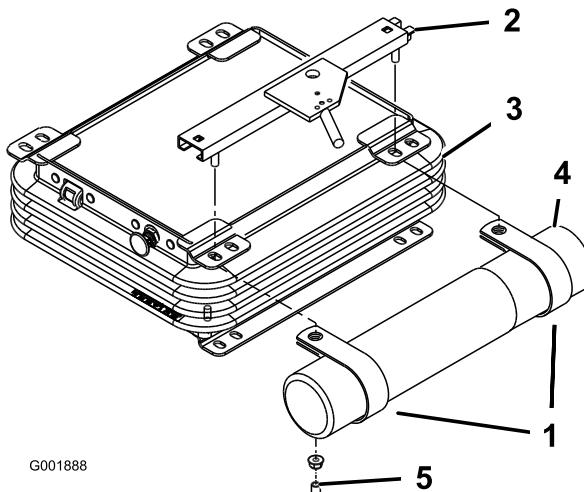

Bild 7
2. Nehmen Sie die beiden Muttern und Plastikkappen (falls vorher montiert) ab, mit denen die obere Sitzhalterung links an der Sitzfederung befestigt ist (Bild 7).
3. Befestigen Sie die R-Klemmen mit den beiden vorher abgenommenen Muttern lose an den Bolzen der Sitzhalterung (Bild 7). Die R-Klemmen müssen unter den Sitzfederungslaschen positioniert sein.
- Setzen Sie das manuelle Rohr in die R-Klemmen ein und ziehen Sie die Muttern fest (Bild 7).